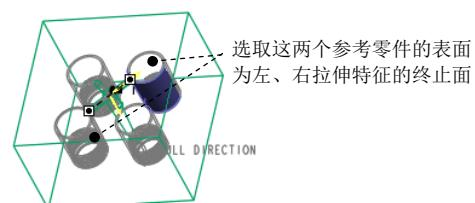

图 25.13 选取拉伸特征的终止面
- (5) 在系统弹出的操控板中单击 **选项** 按钮，在系统弹出的界面中，选取双侧的深度选项均为 **到选定项**，然后选取图 25.13 所示的参考零件的表面为左、右拉伸特征的终止面。
- (6) 单击操控板中的  按钮，完成特征创建。